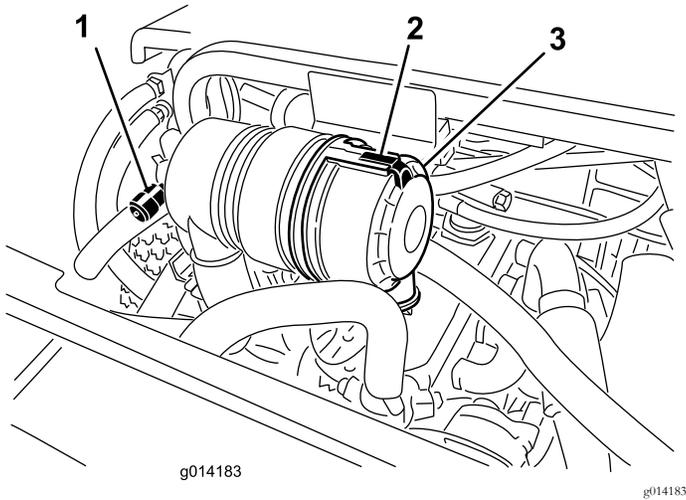

图26
仅在维修指示灯 (图26) 要求时才维修空气滤清器滤芯。如果是在必须更换之前才更换空气滤清器只会增加灰尘在滤清器拆下时进入发动机的几率。
1. 松开将空气滤清器盖固定到空气滤清器壳体上的门锁 图26。